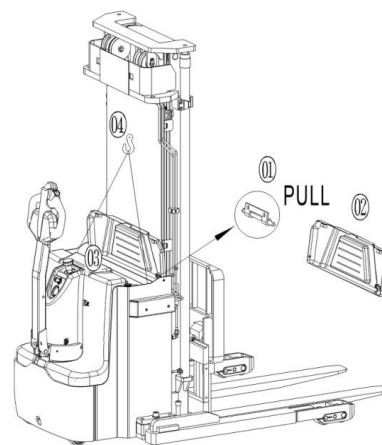

Рис. 16: Замена АКБ
Припаркуйте штабелер в безопасной зоне, выключите при помощи замкового выключателя (10), затем нажмите аварийную кнопку (4). Откройте крышку аккумуляторного отсека, вытяните петлю, снимите крышку. Открутите фиксирующую пластину, отсоедините клеммы (Рис.16) и аккуратно вытащите аккумулятор при помощи крана. Операция по установке аккумулятора происходит в обратном порядке. Первыми необходимо подсоединить положительные клеммы. В противном случае оборудование может быть повреждено.